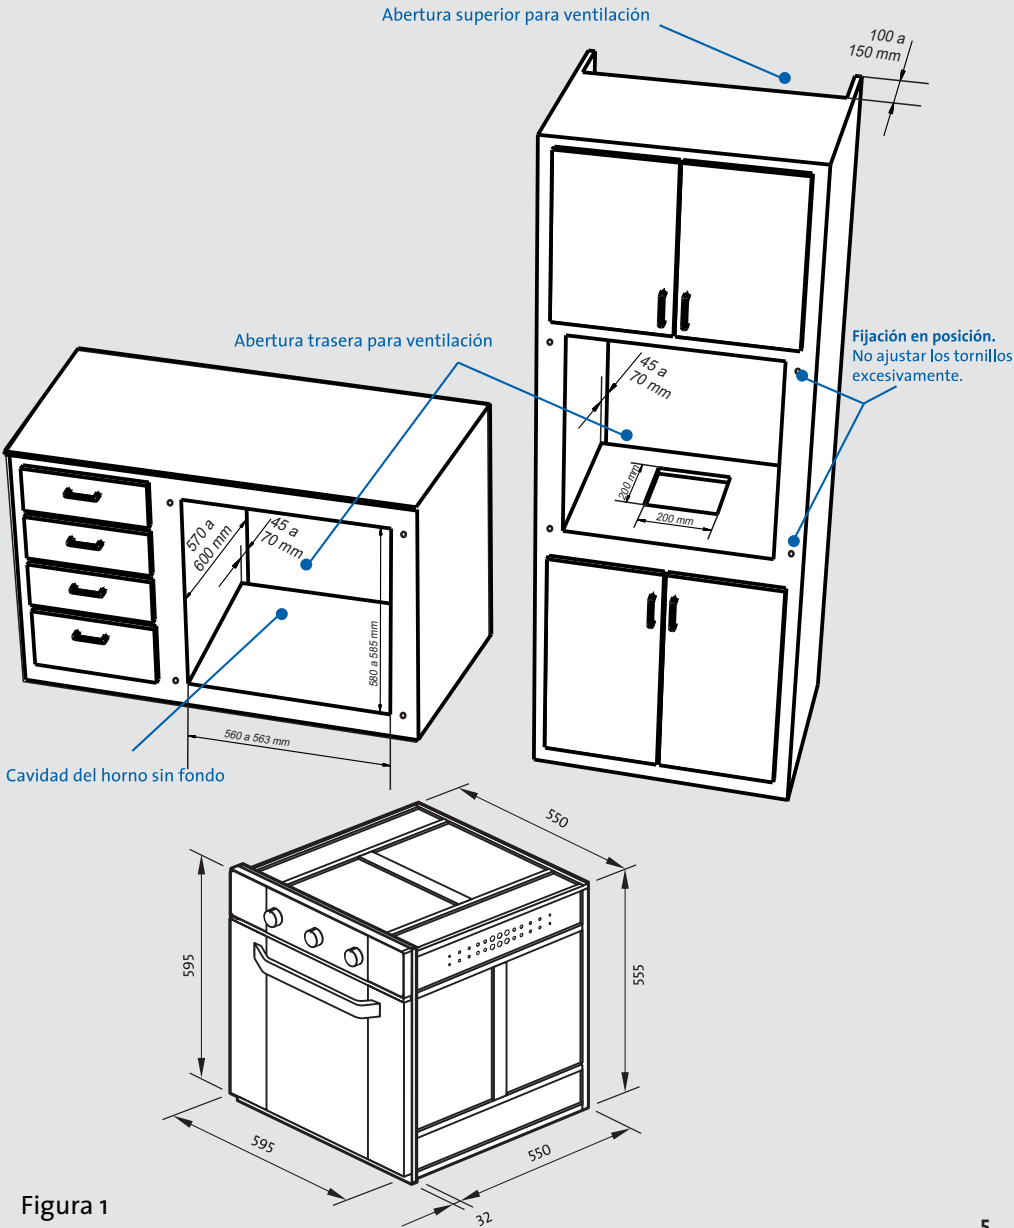

Figura 1
- El horno debe empotrarse en muebles con requerimientos dimensionales precisos, tanto cuando se instale bajo mesada como en un mueble tipo columna. A tal efecto, observe la figura 1, donde se indica las medidas exactas de la cavidad de instalación.
- Para facilitar la aireación óptima, la cavidad donde se instale el horno no debe tener pared posterior. La base sobre la cual apoye el horno debe tener una abertura de entre 45 y 70 mm por todo el ancho de la misma en la parte trasera (ver la figura 1).